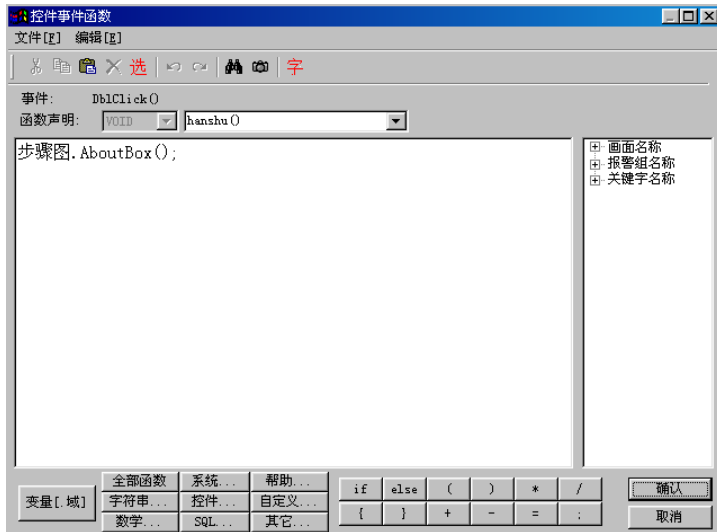

图 14.69 控件事件函数
- ◇ 在事件属性页中定义一个函数：当用户双击该图表时，弹出图表控件的版本信息。双击“Db1Click”对应的“关联函数”，弹出控件事件函数对话框，定义函数的名称为“hanshu()”，单击“控件”按钮，在弹出的控件属性和方法对话框中选择“步骤图”的方法“AboutBox”方法。如下图 14.69 所示。